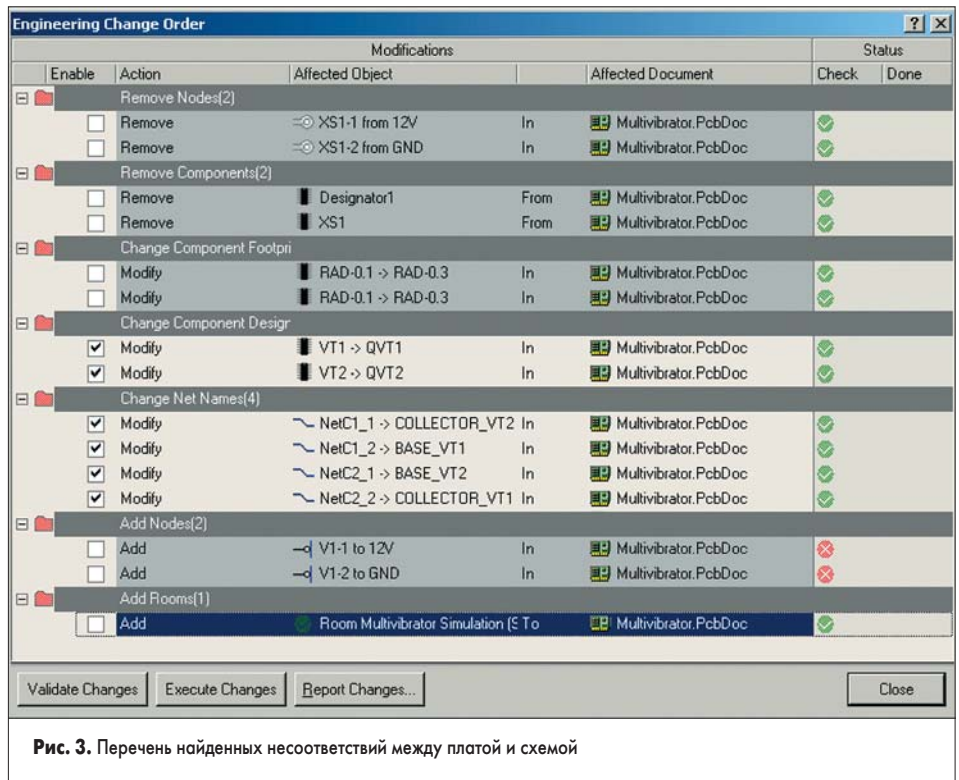

Рис. 3. Перечень найденных несоответствий между платой и схемой
21. Выключим «галочки» напротив всех изменений, кроме перечисленных в разделах Change Component Designators и Change Net Names (рис. 3), и нажмем кнопку Execute Changes. Подсветка покажет ход выполнения изменений.